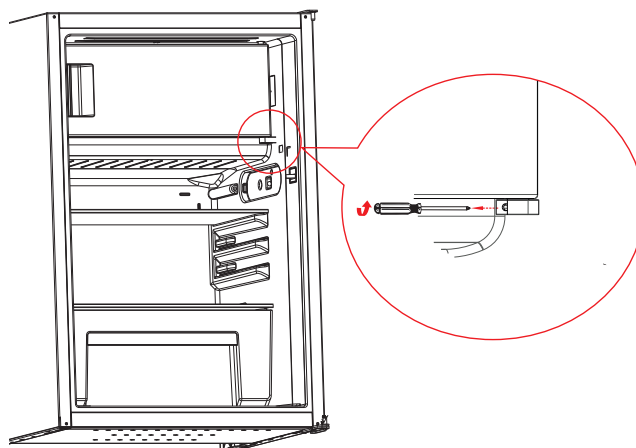

Fig. 4
- ▶ Skru skruen til frostboksens hængsel ud med en stjerneskruetrækker (fig. 4).